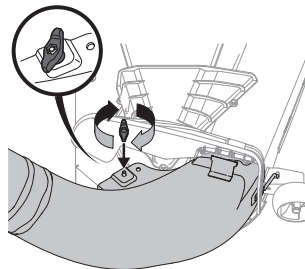

Figura 23
5. Fije el canal de la embolsadora a la plataforma de corte usando una mariposa del montaje de soporte de recolección del carrito 689-02019. Consulte la Figura 23.